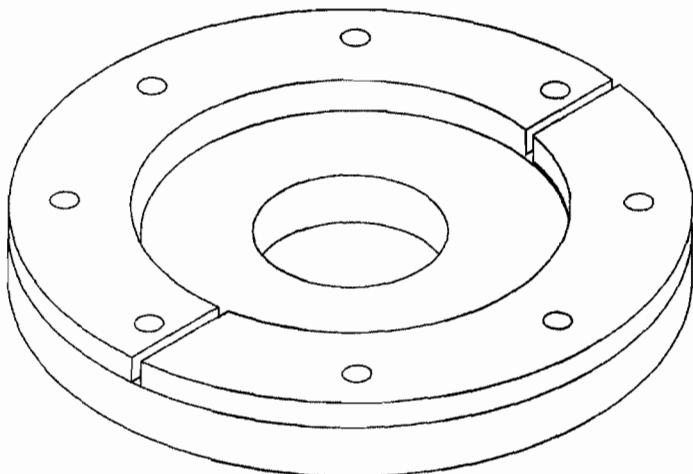

Рис. 4.4. Вариант сборки полости для ускорителей масс высокой энергии в 2000 Дж
- Поместите секцию COIL в полость ровно, как показано на рис. 4.4.